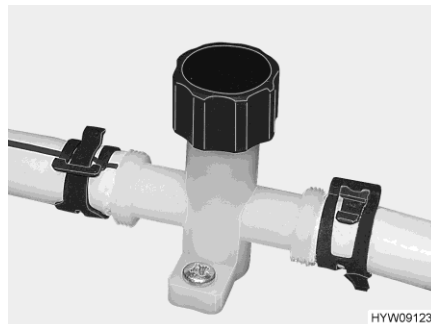
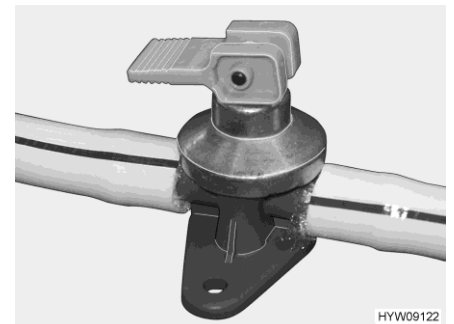

Bild 202 Ablasshahn (Wasserleitung)
Bild 203 Ablasshahn (Boiler Alde)
- Ablasshähne (Bild 202 und Bild 203) schließen. Dazu die Kappen im Uhrzeigersinn zudrehen bzw. den Kipphebel waagrecht stellen. Der Einbauort des Sicherheits-/Ablassventils und der Ablasshähne ist im Abschnitt 10.7 am Ende dieses Kapitels aufgelistet.